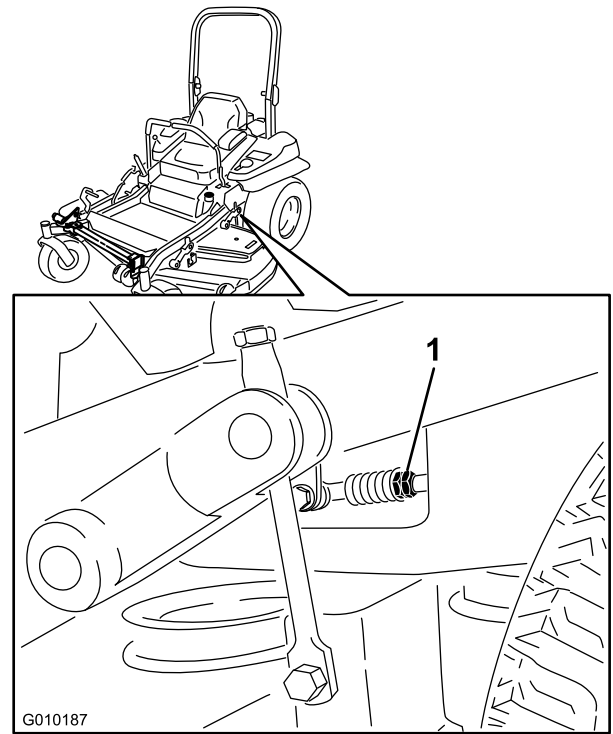

Figure 78
8. Réglez la longueur de la tige de pompe en tournant les doubles écrous dans le sens voulu jusqu'à ce que les roues tournent légèrement en marche arrière (Figure 78).